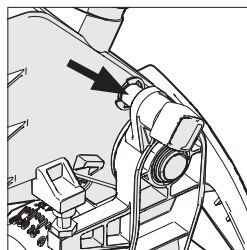

Fig. 16
- Zorg er voor dat het zaaghoofd in de gesloten naar beneden positie is, met de vergrendelpin helemaal vast in de houder. (zie Fig.16)
- Zorg er voor dat het zaaghoofd in de gesloten naar beneden positie is, met de vergrendelpin helemaal vast in de houder. (Fig. 16).
- Trek de hoofdvergrendelpin uit (**Fig. 16**) en laat het zaagblad terugkeren naar de bovenste positie.